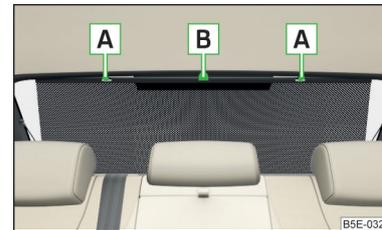

Abb. 57
- Zum **Abblenden** das Rollo am Griff **B** aus dem Gehäuse herausziehen und in die magnetischen Halter **A** einhängen » Abb. 57.